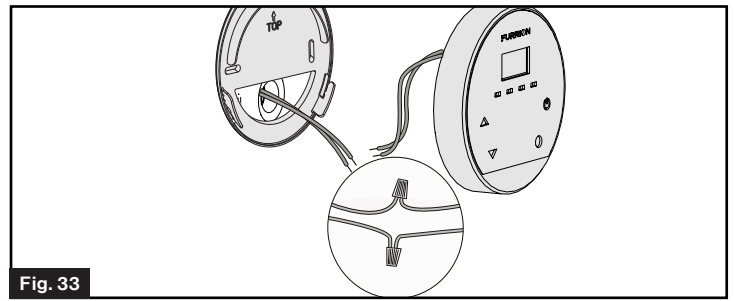

Fig. 33
2. Conecte los dos cables azules del controlador de pared al aparato directamente o con los cables de extensión de pared indicados en la Fig. 12. (Los cables del regulador de pared son azules y la polaridad no importa.) (Fig. 33)